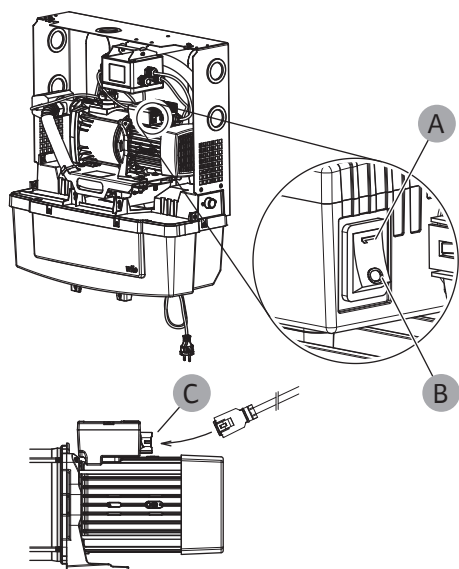

Fig. 23: Stikalo za vklop/izklop in priključek za napajanje
4. Preverite, ali je stikalo za vklop/izklop črpalke nastavljeno na ON (Fig. 23 – A).